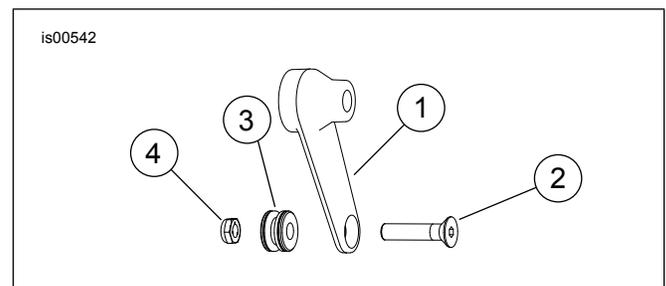

Figura 2. Montaggio del terzo punto di ancoraggio
2. Vedere Figura 2. Assemblare una vite a testa piatta da 3/8 x 1-1/4 (2), il punto di ancoraggio (3) e il dado bloccante (4) su ogni distanziale dell'ammortizzatore (1), come mostrato. Serrare ad una coppia di 28–37 N·m (21–27 ft-lbs).